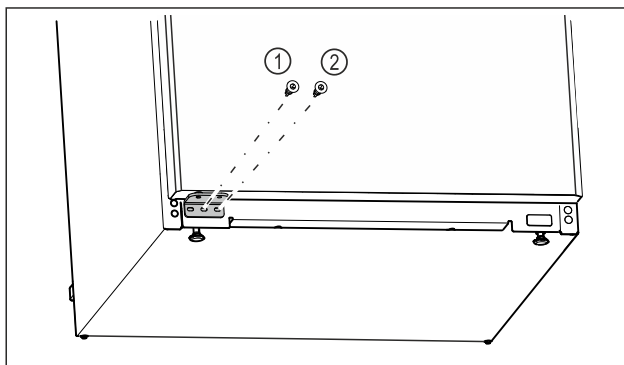

Fig. 21
- ▶ Skru hængslets midterste skrue Fig. 21 (1) fast med Torx 20-skrueetrækker.
- ▶ Skru hængslets inderste skrue Fig. 21 (2) fast med Torx 20-skrueetrækker.